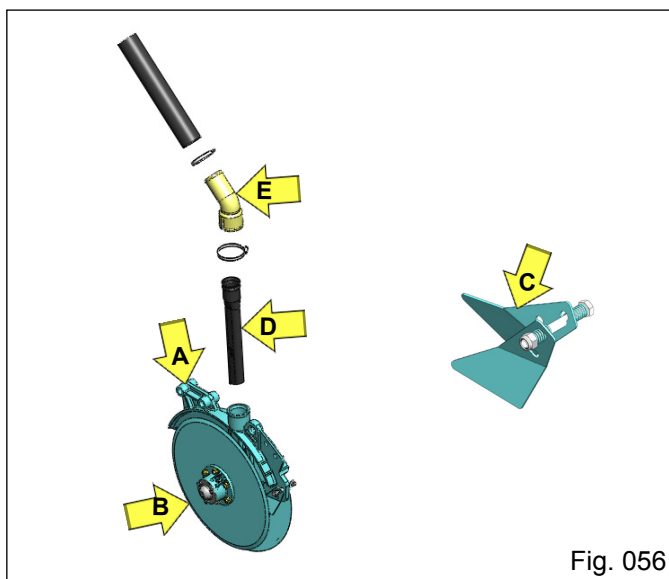

Fig. 056
- Composto por um suporte dos discos "A" (Fig. 056), com furos posicionados um a frente do outro, que permitem que os conjuntos dos discos planos lisos sejam montados desencontrados um em relação ao outro.